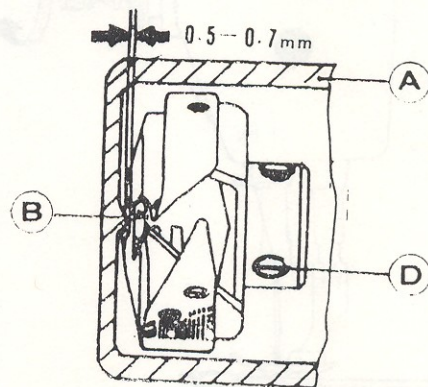

图 30
6.1.3 旋梭的装卸 (见图 30)
6.1.4 旋梭定位勾架与旋梭内梭头的间隙 (见图 30)